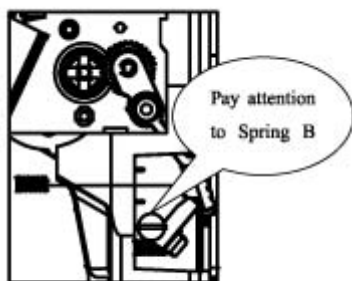

Рис. 5
5. Старайтесь не уронить меньшую пружину В на другом конце расцепляющего, когда Вы вынимаете пружину А .(Рис. 5)